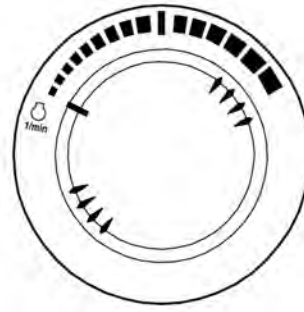

Рис. 19
1. Дать двигателю поработать на малых оборотах холостого хода **LOW IDLE** (без нагрузки) 5 минут (рис. 19).